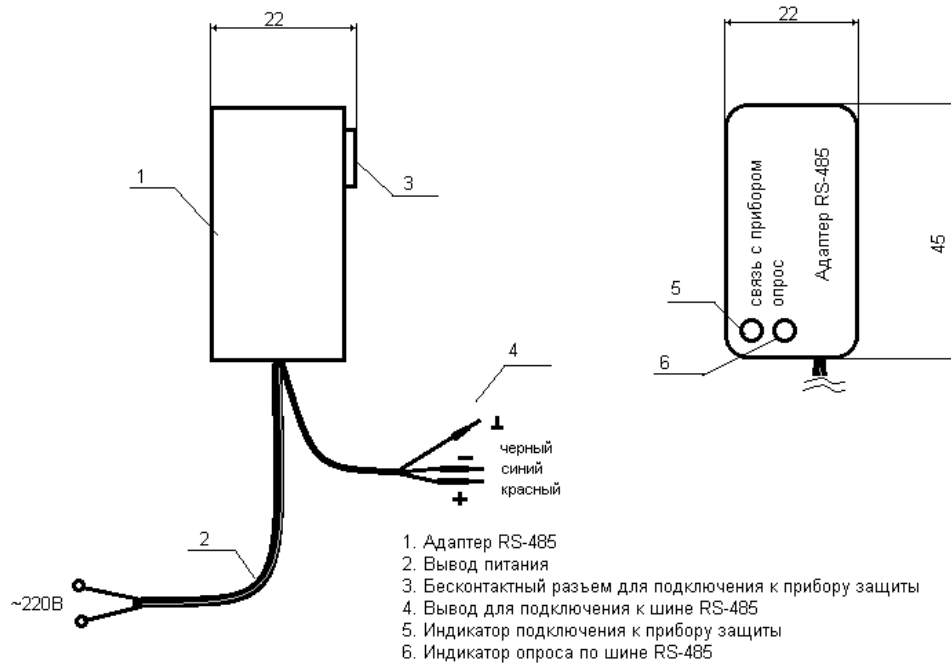

Рисунок 3 – общий вид адаптера RS-485
4.3 Подключение к шине RS-485 осуществляется с помощью маркированных выводов (рис.3).
4.4 Индикация связи с прибором осуществляется индикатором “связь с прибором” (рис.3). При подключении к прибору защиты индикатор загорается непрерывно.